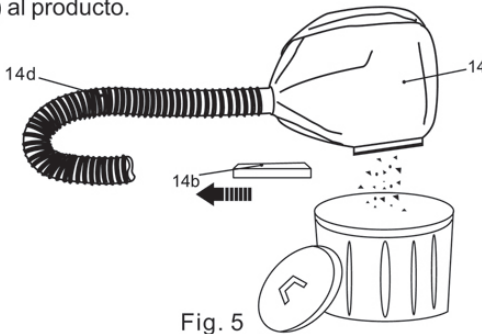

Fig. 5
- > Retire la manguera de aspiración (14d) con la bolsa de recogida del polvo (14) del producto, si es necesario.
- > Sujete la bolsa de recogida del polvo (14) sobre una bolsa de basura apropiada.
- > Extraiga el cierre (14b) de la bolsa de recogida del polvo (14) y vacíela dentro de la bolsa de basura (Fig. 5).
- > Deslice el cierre (14b) en los raíles de la bolsa de recogida del polvo (14) y vuelva a conectar la manguera de aspiración (14d) y la bolsa de recogida del polvo (14) al producto.